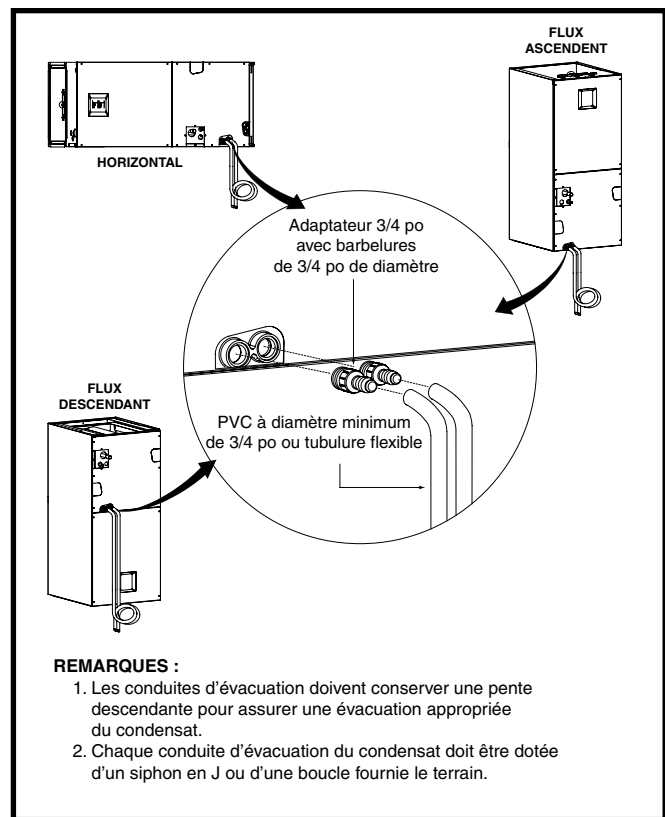

Figure 9. Exemple d'évacuation du condensat
- Le bac de vidange qui accompagne cet appareil de traitement d'air contient des raccords d'évacuation primaire et secondaire. Le condensat est évacué de l'appareil à travers un raccord de tuyau femelle de 3/4 po situé sur le devant de l'appareil tel que montré à la Figure 9.